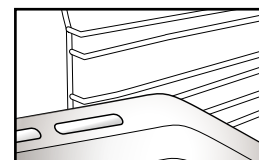

Fig. 2
2. Gli altri accessori, come la leccarda e la piastra dolci, vanno inseriti allo stesso modo (Fig. 2).